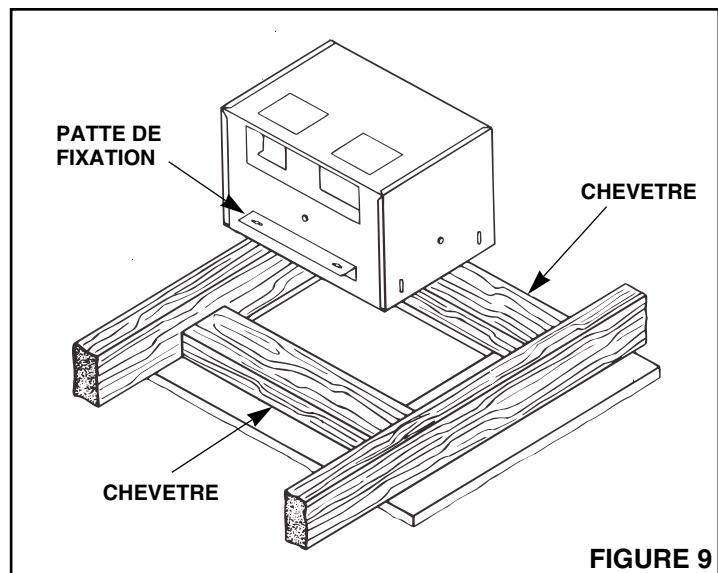

FIGURE 9
4. Voir Figure 9. Découper en suivant les lignes.